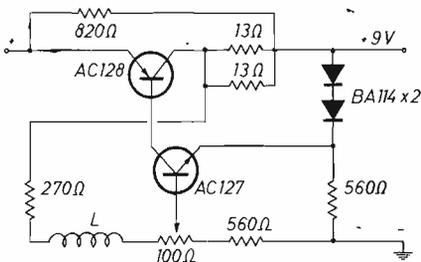

figura 6
Circuito di figura 3 in basso a sinistra; circuito di figura 6 in alto.
- n. 1 circuito di regolazione per la velocità del motore, schema di figura 6;
Per il circuito regolatore del motore ho scelto il semplice schema riprodotto in figura 6 a pagina precedente, progettato dalla Philips per i suoi registratori serie portatile.
Bisogna prestare cura nel posizionare il circuito di figura 6, cioè metterlo il più vicino possibile al motore e il più lontano possibile dal circuito di figura 3, provvedendo inoltre a schermare i fili del positivo e del negativo che vanno dal circuito al motore.
Il circuito di figura 6 andrà adoperato solo nel caso che si adoperi una meccanica sprovvista della regolazione dei giri del motore. Il mio consiglio è di cercare meccaniche provviste solo del motore, quindi più economiche, poi di auto-costruire il regolatore della velocità di figura 6.
Va benissimo il nastro **leader**, quello che si usa per la coda colorata nelle cassette. Velocità $4,75 \text{ cm/sec} \times 60 \text{ sec} = 285 \text{ cm}$ (al minuto). Quindi la durata dei **sol** 2,85 m aggiunti alla C zero dovrà essere di sessanta secondi esatti; perciò regolate per tentativi il trimmer da 100Ω del circuito di figura 6. Con questo semplice metodo si ottiene una buona precisione, vincolata alla nostra bravura nell'eseguire le operazioni descritte, nella maggior parte dei casi comunque entro i limiti di tolleranza. I più raffinati potranno procedere per confronto di un segnale a 50 Hz registrato con un registratore già tarato, oppure provare pazientemente a registrare un segnale a 50 Hz e regolare la velocità del registratore fino
il trimmer da $100\ \Omega$ del circuito di figura 6 fino a ottenere sullo schermo una ellisse (o un cerchio) perfettamente **fermi** (principio delle figure di Lissajous). Al momento della scelta della testina di lettura cercate di avere le caratteristiche principali e se possibile le curve di risposta.